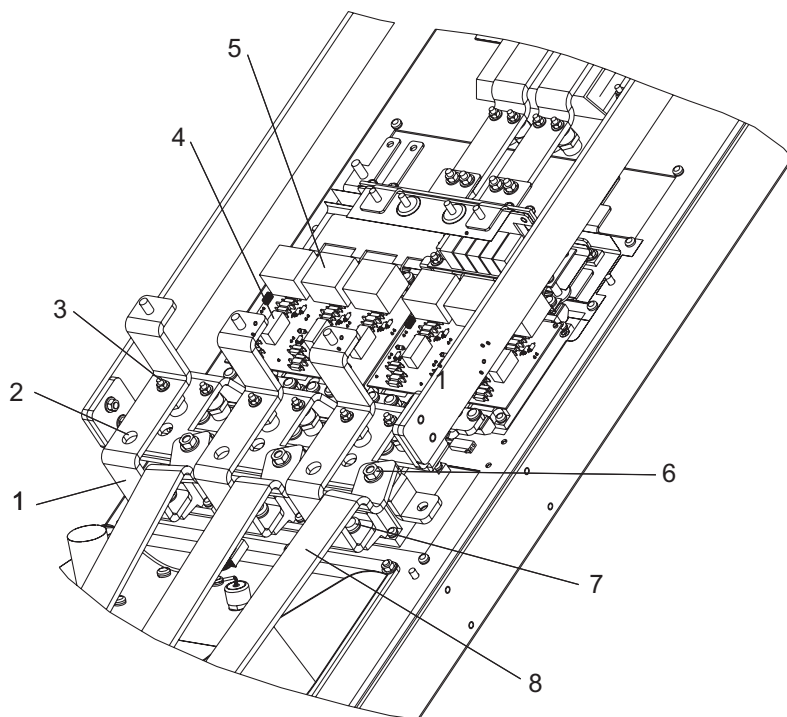

Ilustración 7.23: Módulos IGBT D2/D4 (1 de 3)
8. Retire los 12 tornillos de sujeción (6 en cada módulo) de la parte superior de los módulos IGBT. Estos tornillos también fijan los condensadores snubber a los módulos IGBT (consulte la ilustración 7-23, elemento 5, para ver la ubicación del condensador snubber) Retire los condensadores snubber.